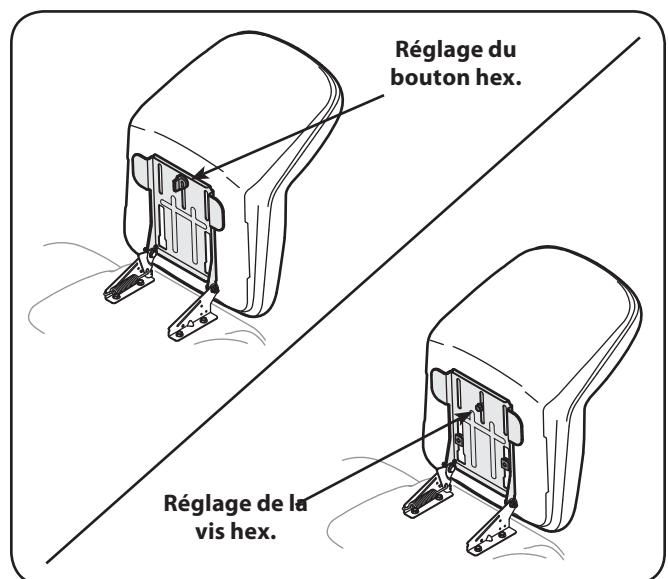

Figure 3-5
5. Pour modifier la position du siège, desserrez la vis hex. (ou le bouton selon le cas) sur la base du siège. Avancez ou reculez le siège selon le besoin. Resserrez la vis hex. (ou le bouton selon le cas). Voir la Figure 3-5.